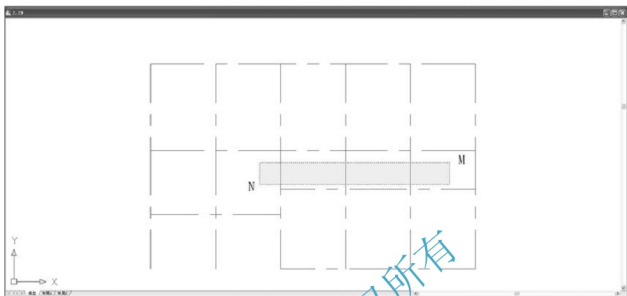
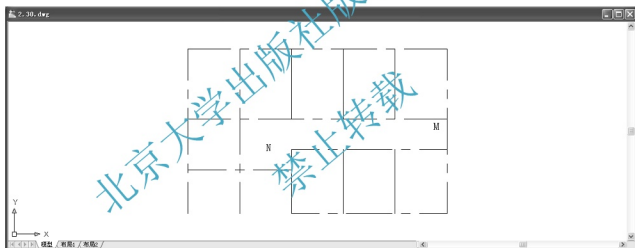

图 2.30 用交叉选的方法选择被剪切的对象
图 2.31 修剪走道内的轴线
② 在选择要修剪的对象,或按住 Shift 键选择要延伸的对象,或[栏选(F)/窗交(C)/投影(P)/边(E)/删除(R)/放弃(U)]:提示下,执行交叉选(从 M 点向 N 点拖曳窗口),如图 2.30 所示,将图形修剪成如图 2.31 所示的状态。